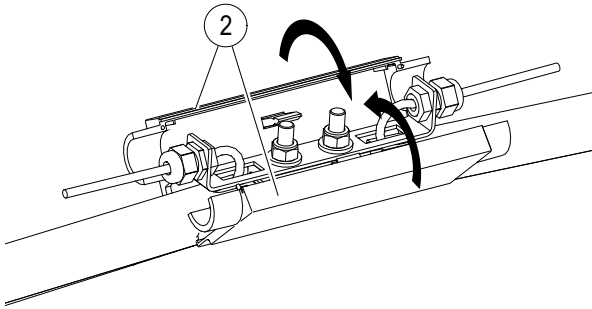
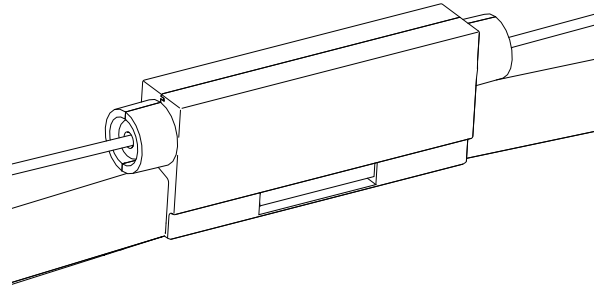

图 39: 将两个电缆帽压合
图 40: 电缆帽已压合 (没有螺纹管节和护线套)
- 压合两个电缆帽 (2) (见图图 39 和图图 40)。